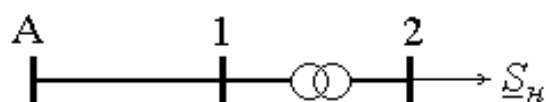

Рис. 47. Схема сети к задачам 22, 23
**Задача 22.** Выполнить расчет параметров режима электрической сети, изображенной на рис. 47, методом последовательных приближений. Центр питания - узел А, в котором поддерживается напряжение  $U_A = 229$  кВ. Мощность нагрузки составляет  $\underline{S}_H = 41 + j16$  МВ·А.
**Задача 23.** Для схемы сети, изображенной на рис. 47, определить мощность нагрузки и напряжение на шинах низшего напряжения. Центр питания - узел А, в котором поддерживается напряжение  $U_A = 225$  кВ. Параметры элементов сети приведены к ступени напряжения 220 кВ: